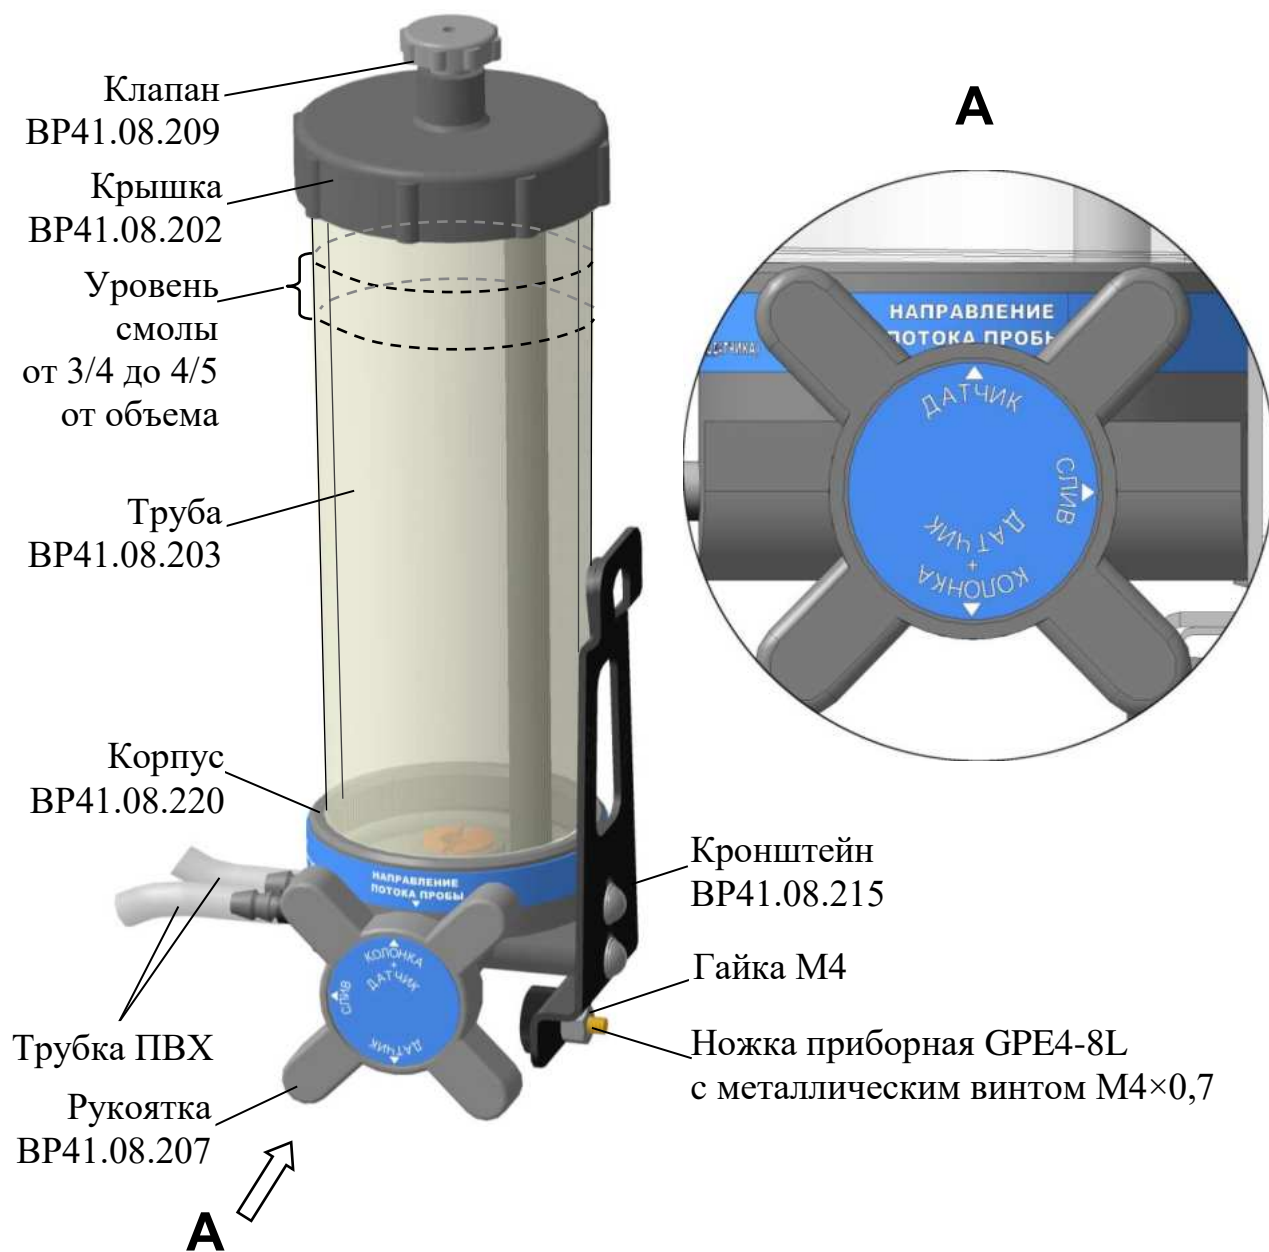

Рисунок 2.6 – Колонка ионно-обменная ИОК603 BP41.08.200
- снять гайку M4 с ножки приборной GRE4-8L с металлическим винтом M4×0,7 (рисунок 2.6)